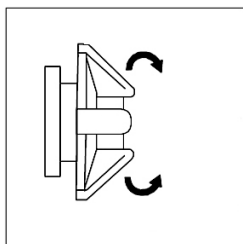

Fig. 1
1. Ajustez le diamètre du bandeau au moyen du bouton rotatif sur le bandeau. Tournez-le dans le sens horaire pour le serrer et dans le sens antihoraire pour le desserrer (fig. 1).